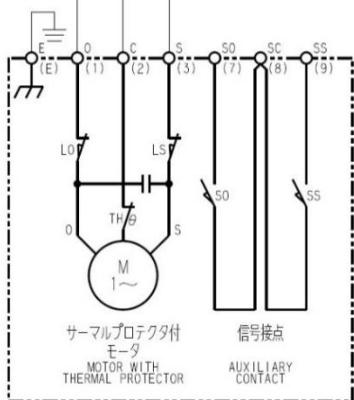

図 7 : B形内部接続図
- (4) 締め付けグランドを端子箱電線口にスパナを用いて止まるまでしっかりとねじ込みます。
- (5) 舌付座金は締め付けグランドの緩み止めです。あらかじめ折り曲げてある片方の舌を端子箱側の穴に入れてください。他方は締め付けグランドの六角面に沿って折り曲げます。
- (6) 図7、8に制御動作B及びCの標準接続図を示します。特殊仕様の場合、本図通りでは無いことがありますので、接続図や仕様書で確認してください。
- (7) 端子台への接続は、プラスドライバーの2番を使用し確実に行ってください。
- (8) 配線終了後、Oリングの挟み込みに注意して端子箱カバーを取付けてください。